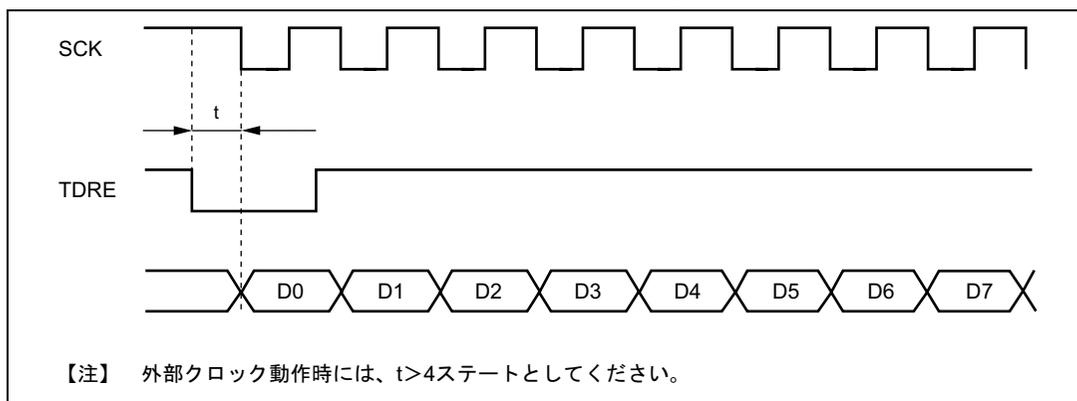

図 13.22 DMAC によるクロック同期式送信時の例
- (1) 同期クロックに外部クロックソースを使用する場合、DMACによるTDRの更新後、 $\phi$ クロックで5クロック以上経過した後に、送信クロックを入力してください。TDRの更新後4ステート以内に送信クロックを入力すると、誤動作することがあります。(図13.22)
- (2) DMACにより、RDRのリードを行うときは必ずDTCRのDTS2~0ビットで起動要因を当該SCIの受信完了割り込み(RXI)に設定してください。